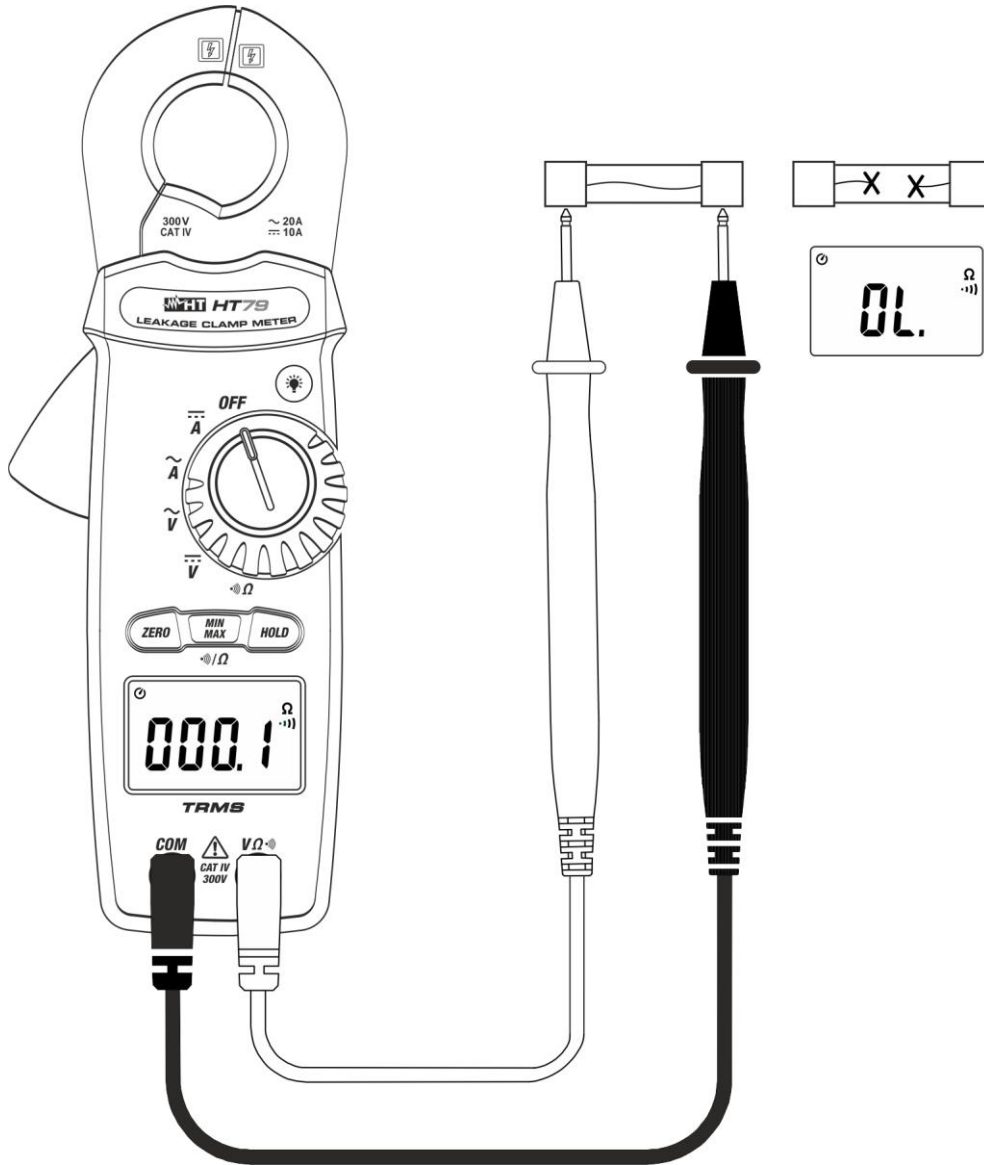

Fig. 7: Uso del instrumento para la prueba de continuidad
3. Inserte el cable rojo en el terminal de entrada **V Ω** y el cable negro en el terminal de entrada **COM** y realice la prueba de continuidad sobre el objeto en prueba (vea la Fig. 7). El zumbador emite una señal acústica cuando el valor de la resistencia medida es inferior a aproximadamente 100Ω